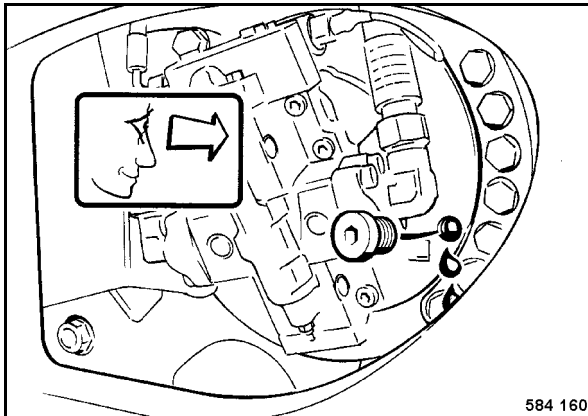

Fig. 157
- Desenroscar el tapón de control (Fig. 157).